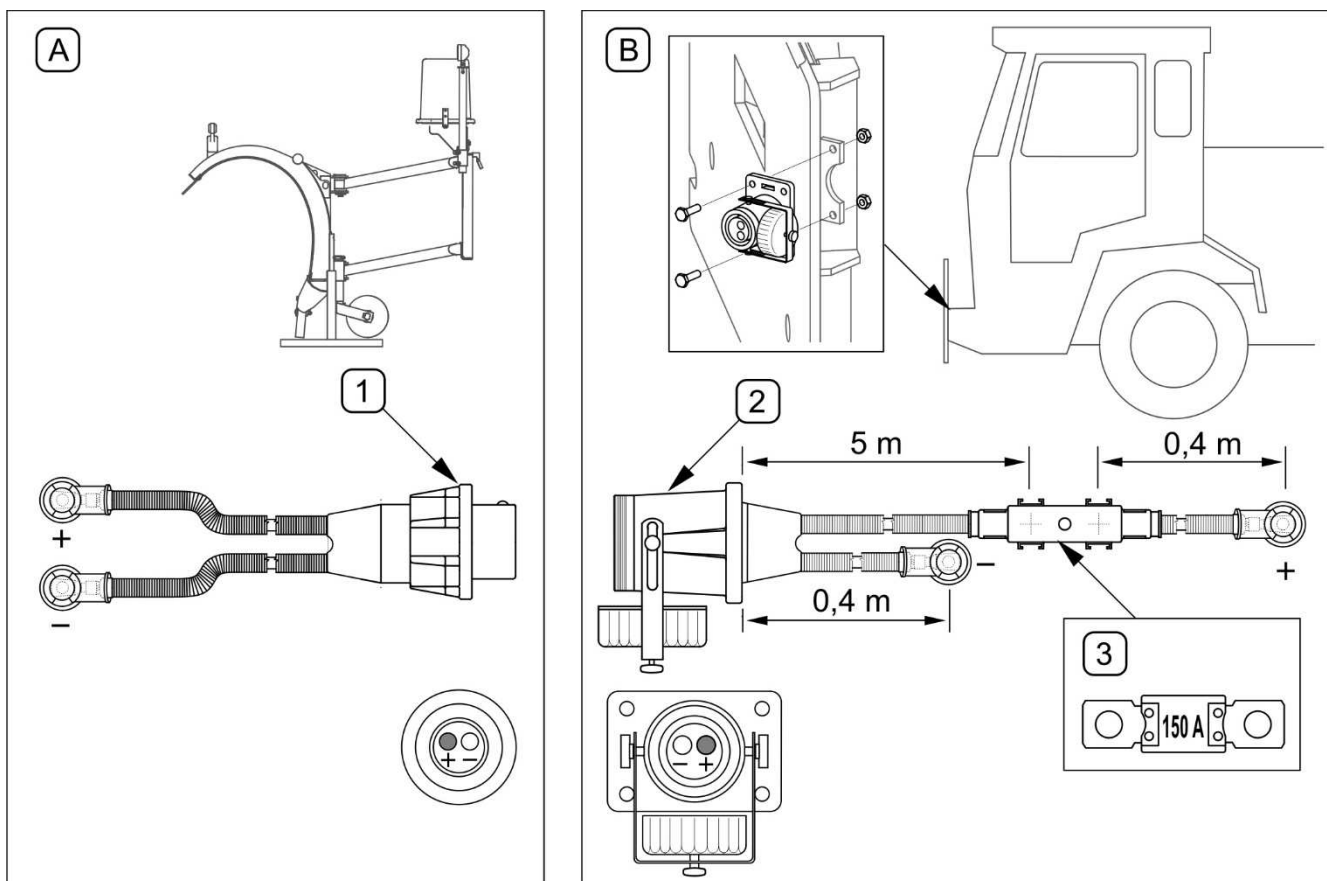

FIGURE 4.22 Schéma d'assemblage de l'installation électrique d'alimentation du chasse-neige
Pour travailler avec le chasse-neige, une prise de courant à intensité élevée appropriée est nécessaire, montée à l'avant du porteur. Si le porteur ne dispose pas d'une telle prise ou si la prise est d'un type différent, l'assemblage doit être effectué conformément au schéma (FIGURE 4.22).
Le câble d'alimentation (B) du chasse-neige possède un fusible MEGAVAL 150A placé sur le câble d'alimentation « + » (FIGURE 4.22)